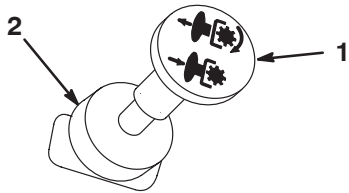

Figure 5
2. Placez la commande de prise de force (PDF) en position Désengagée (Fig. 5).
2. Désengagez la PDF (Fig. 5).